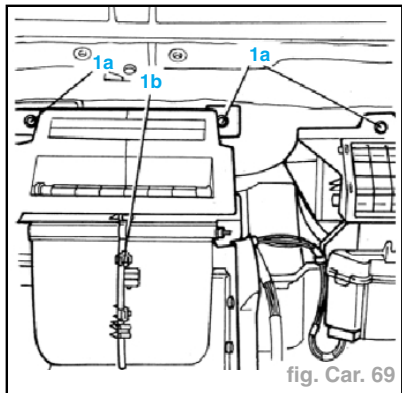

fig. Car. 69
- Dévisser les trois vis de fixation (1a) et déposer le boîtier de conditionneur (1b) complet (fig. Car. 69).